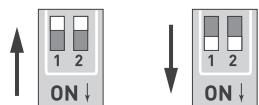

Рисунок 3. DIP-переключатели терминалов
- 3.8. Для согласования шины DMX на последнем декодере в линии включите терминатор (см. рис. 3). На остальных декодерах, подключенных к шине, терминатор должен быть выключен.
Отсутствие согласующей нагрузки на концах линии (терминаторов)	На последнем декодере в линии включите встроенный терминатор (см. рисунок 3)